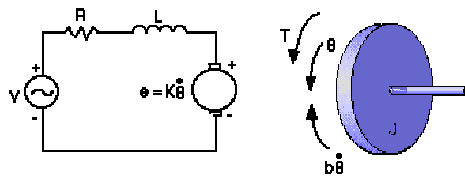

Figura 1: Modelo del Motor CC.
1. Los motores de corriente continua son usualmente usados en tracción, por la fácil implementación de su control de velocidad. El modelo del motor CC se muestra en la Figura 1. Las ecuaciones que describen la dinámica del sistema de la Figura 1 son: